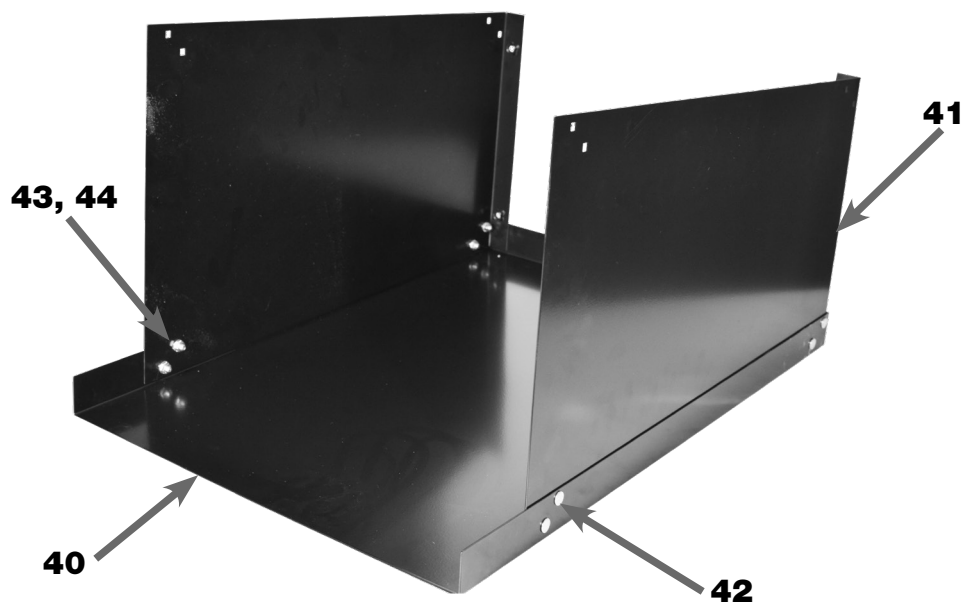

FIGURA 15 – Montagem das Chapas Laterais com a Chapa Frontal
3. FIXAR as Chapas Laterais (41) com os Parafusos Francês (42) e suas respectivas Porcas (43) e Arruelas (44) (figura 15);